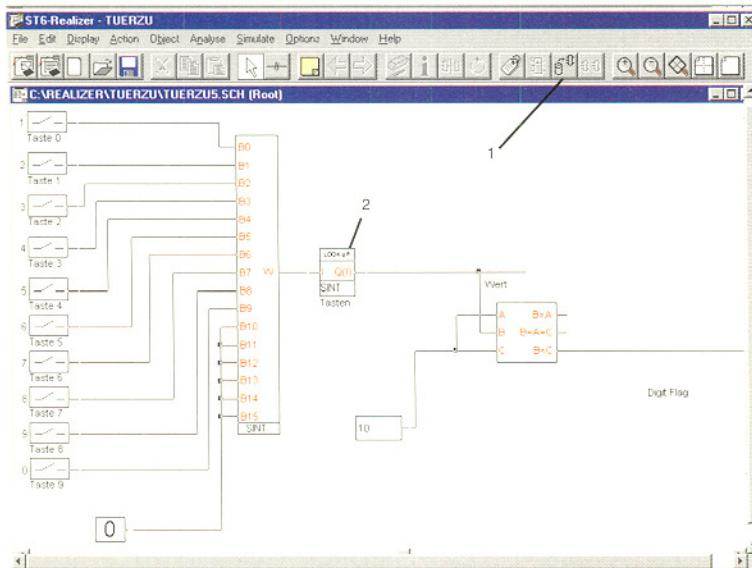

Bild 2: Tastaturabfrage des einfachen Codeschloß
Die Schaltplaneingabe beginnen wir mit der Schaltung für die Tastaturabfrage (Abbildung 2). Wie bereits erwähnt, ist für unser kleines Beispielprojekt eine Tastatur mit insgesamt 12 Tasten vorgesehen. Auch hier werden die einzelnen Schaltungselemente aus der Bauteilbibliothek (1) aufgerufen und auf dem Projektblatt platziert. Für Tasteneingaben wählen wir aus der Bibliothek das Symbol „digit“.